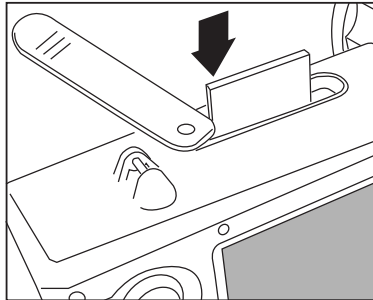

Figura 4. Inserção do cartão da memória
1. Retire a tampa e gire-a, conforme mostrado na Figura 4.